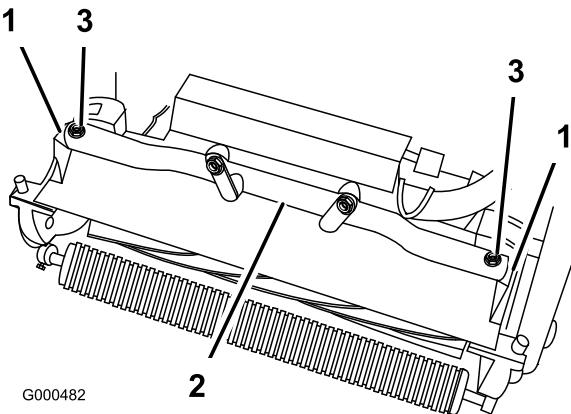

Figura 48
- Retire (2) as cavilhas que fixam os braços articulados da unidade de corte ao tubo da estrutura da unidade de tracção (Figura 48).
- Rode os braços articulados para a frente (Figura 48) e apoie a unidade de tracção sobre o apoio fixo.